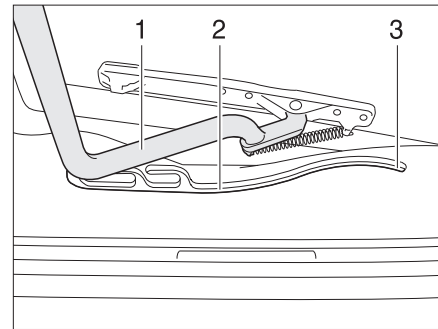

Fig. 70 Lanterneau Heki, glissière
- Tirer l'étrier (Fig. 70,1) dans les glissières (Fig. 70,2) jusqu'à la position la plus reculée (Fig. 70,3).
- Pousser l'étrier (Fig. 70,1) légèrement vers le haut avec les deux mains.
- Tirer l'étrier dans les glissières (Fig. 70,2) jusqu'à la position souhaitée.